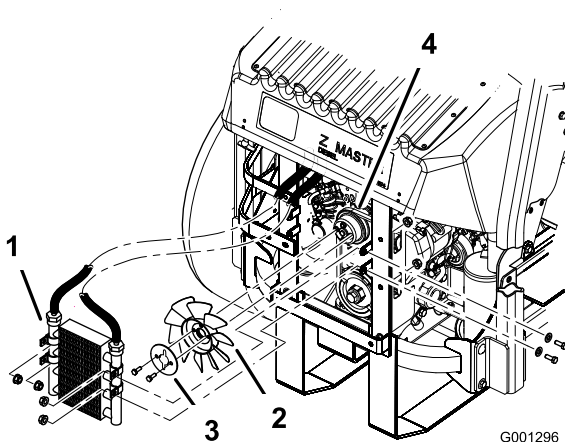

Figure 65
5. Enlevez les 4 boulons de fixation du refroidisseur d'huile et placez ce dernier sur le côté (Figure 65).
6. Enlevez les 2 boulons qui fixent le ventilateur et la plaque du ventilateur à la machine (Figure 65).
10. Montez le ventilateur et sa plaque sur la machine au moyen des 2 boulons retirés précédemment (Figure 65).
11. Remontez le refroidisseur d'huile au moyen des 4 boulons retirés précédemment (Figure 65).